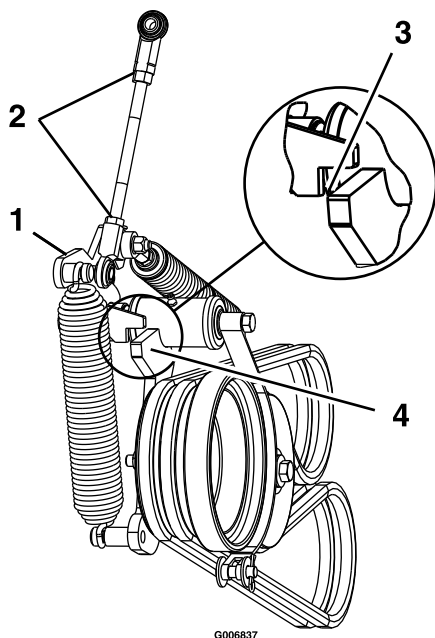

Figura 49
13. Afloje las contratuercas y ajuste el acoplamiento hasta que el extremo superior del brazo de la polea tensora esté alineado con el borde inferior de la muesca del brazo tensor, según se muestra en Figura 49.